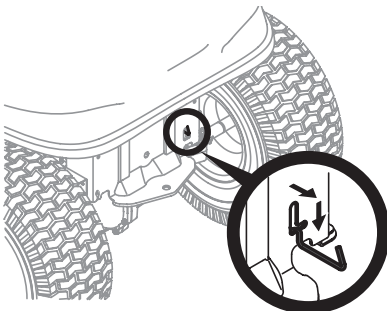

Figure 2
2. Engagez la tige de dérivation de la transmission pour déplacer le tracteur sans démarrer le moteur. La tige de dérivation de la transmission est située à l'arrière du tracteur, sur le châssis. Tirez la tige de dérivation vers l'extérieur et vers le bas pour l'engager. Voir Figure 2.